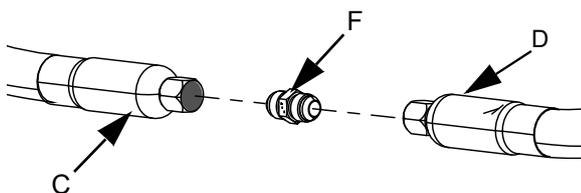

FIG. 24
- 6. Se estiver a utilizar duas mangueiras de abastecimento (C e D), use o encaixe da mangueira de abastecimento 1 à mangueira de abastecimento 2 (F) para ligar a mangueira de abastecimento 1 (C) à mangueira de abastecimento 2 (D). Consulte a FIG. 24.